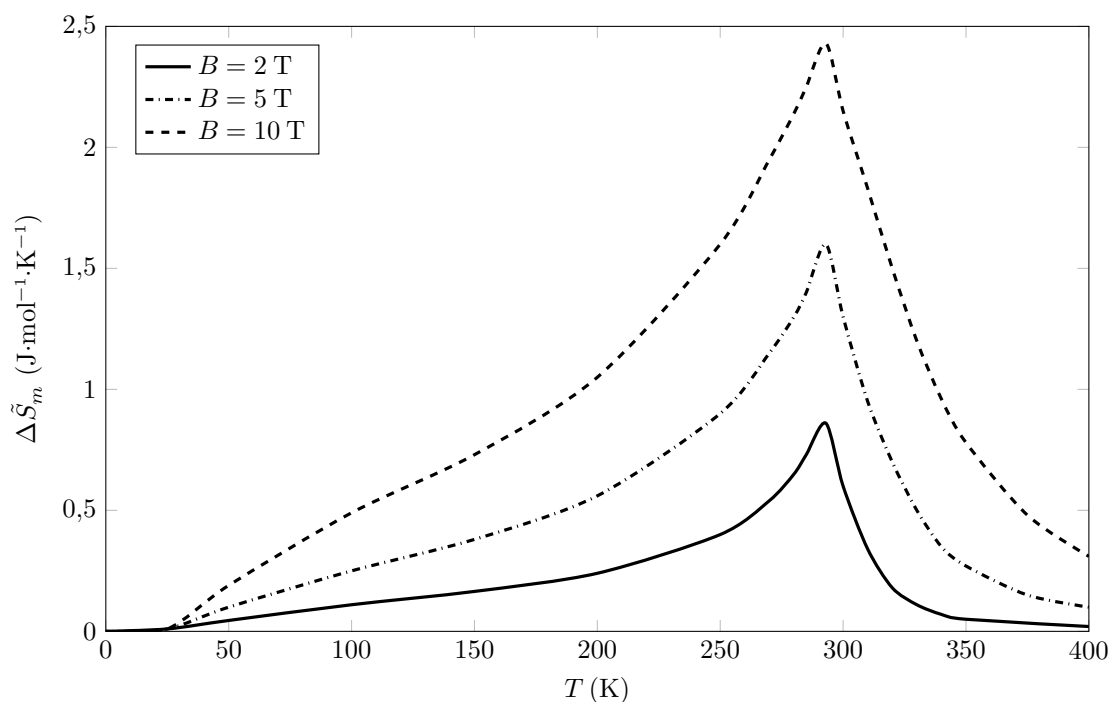

Figure 5
- Q 30.** La figure 5 représente la variation d'entropie magnétique $\Delta \tilde{S}_m$ du gadolinium en fonction de la température pour trois valeurs de champs magnétiques appliqués. Quelle valeur du champ magnétique faut-il choisir pour un refroidissement important autour de la température ambiante ? Pour le gadolinium, $C_p = 36,1 \text{ J} \cdot \text{mol}^{-1} \cdot \text{K}^{-1}$. Le maximum de la courbe à 5 T est obtenu pour $T = 294 \text{ K}$.